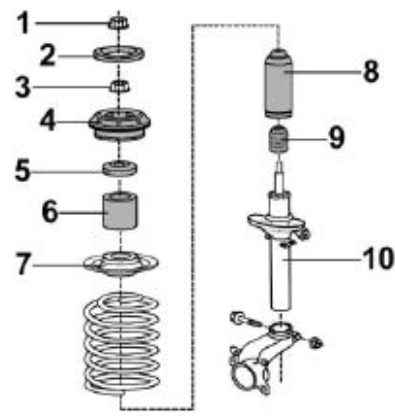

Fig. 1
- **Fig. 1** Kolbenstangenmutter abschrauben und Anbauteile entnehmen.
- **Fig. 1** Unscrew the piston rod nut and remove the add-on parts.
- **Fig. 1** Dévisser l'écrou de la tige de piston et enlever les composants.
- **Fig. 1** Desatornillar la tuerca del vástago del pistón y retirar las piezas adicionales.